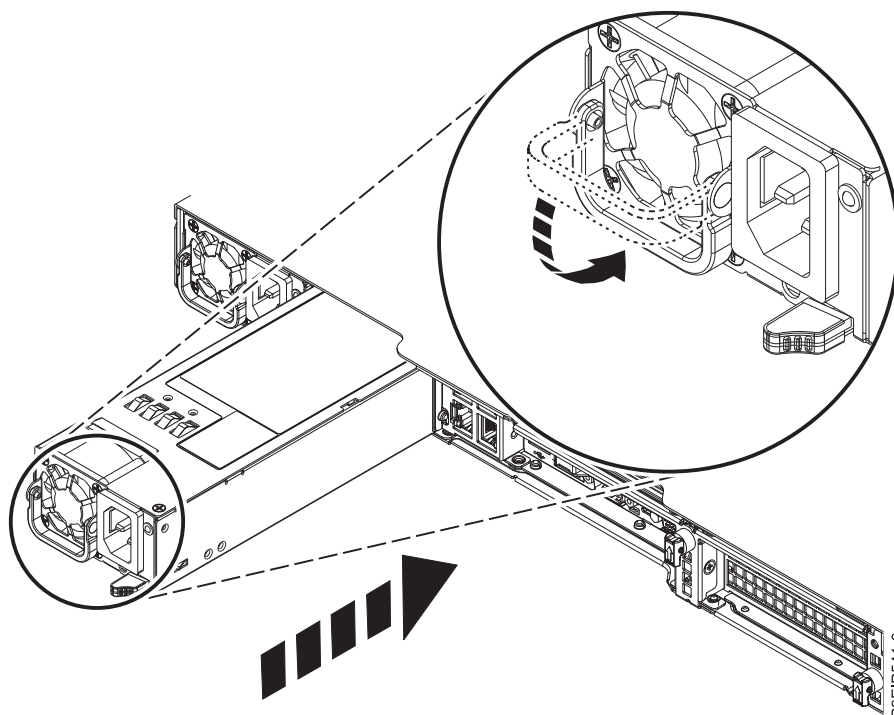

Figure 34. Remplacement d'un bloc d'alimentation dans le système
2. Alignez l'alimentation avec la baie comme indiqué dans la figure 34, à la page 36. Le ventilateur se trouve à gauche et le connecteur à droite. Faites glisser l'alimentation dans le système jusqu'à son enclenchement.